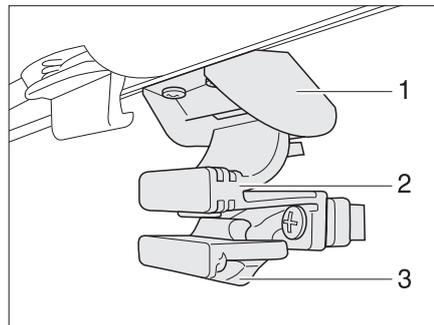

Bild 40 Fenster in der Eingangstür
- Sicherung (Bild 40,3) nach hinten drücken.
- Griff (Bild 40,2) zusammendrücken und Fenster nach unten schieben.
- Fenster nach oben schieben, bis der Griff (Bild 40,2) in der Verriegelung (Bild 40,1) einrastet.